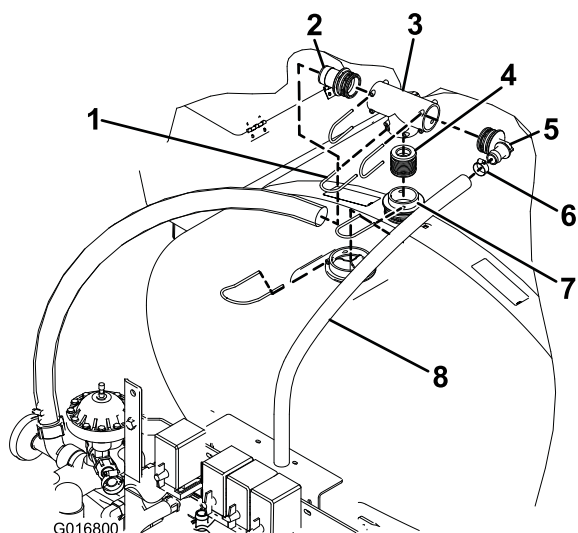

図 3
1. T字フィッティングに、90° のホースバーブとストレートのホースバーブを取り付ける（図 3）。